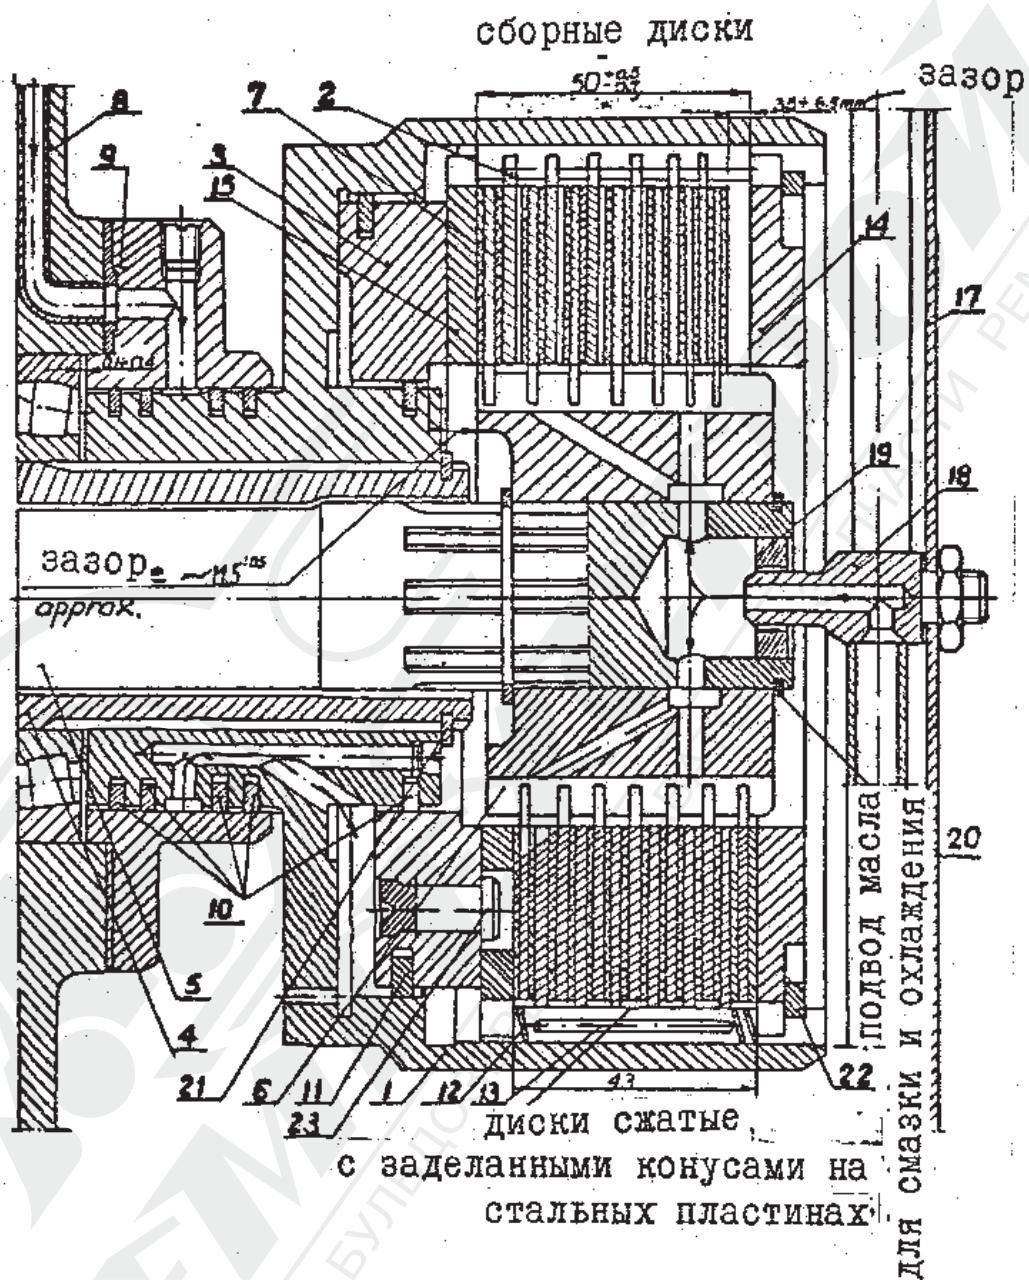

Рис. 2-2. Разрез муфты.
2.1.2.1. Муфты /рис. 2-2/.
Конструкция муфты показана на рис. 2-2.
Описание рис. 2-2